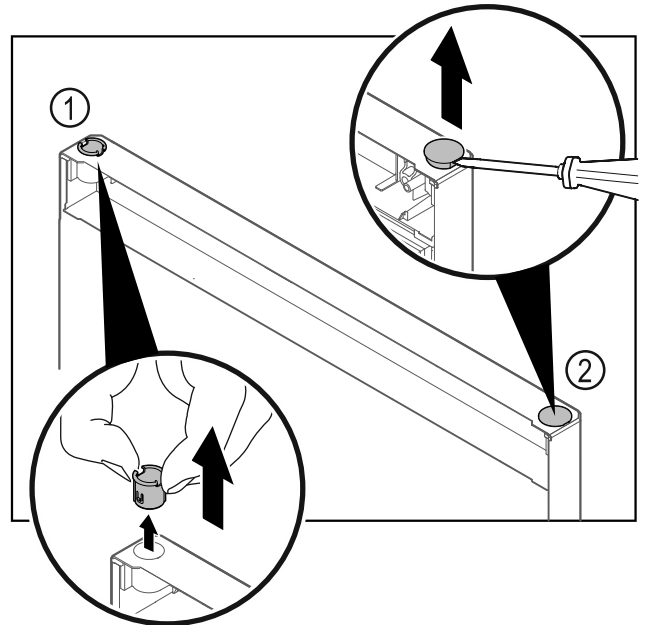

Fig. 22
- Scharnierbuchse Fig. 22 (1) mit den Fingern herausziehen.
- Abdeckstopfen Fig. 22 (2) vorsichtig mit einem Schlitzschraubendreher anheben und herausziehen.